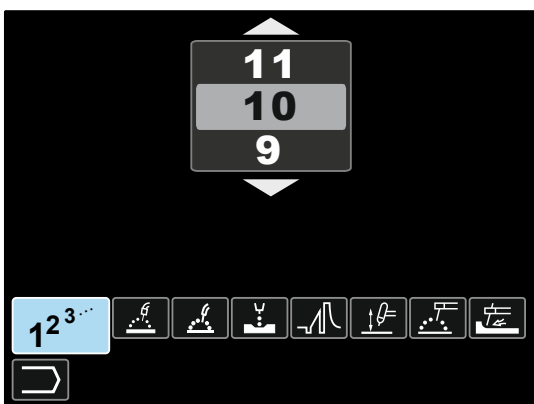

Figura 8
- Utilice la mando de control [11] para destacar el icono de selección del programa de soldadura – vea la figura 8.